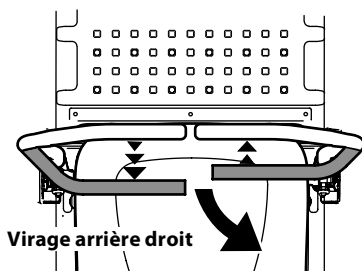

Figure 27
2. Pour faire demi-tour en marche arrière, déplacez le levier de contrôle droit en avant du levier de contrôle gauche (Figure 27).